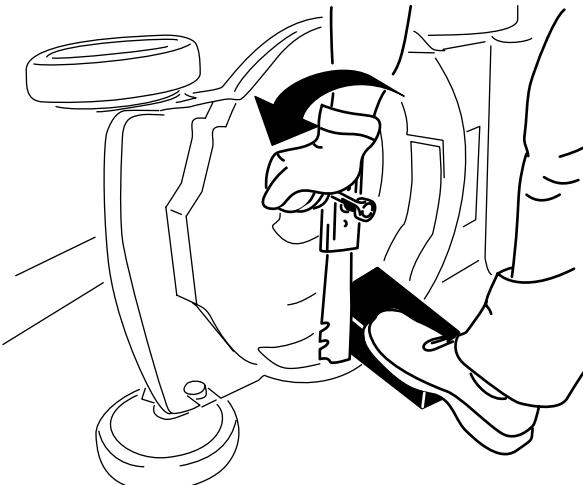

Figure 23
- Immobilisez la lame avec un morceau de bois (Figure 23).
- Déposez la lame mais conservez les fixations (Figure 23).